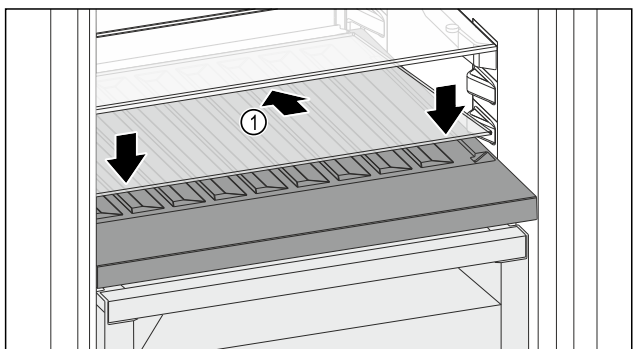

Fig. 98
- Stekleno ploščo Fig. 98 (1) namestite postrani, nagnjeno spodaj nazaj.
- Stekleno ploščo Fig. 98 (1) spustite spredaj.